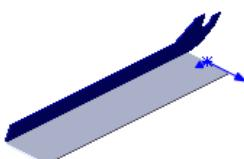
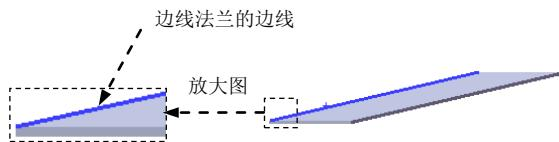

图 12.6.4 边线一法兰 1
图 12.6.5 边线法兰的边线
(4) 单击  按钮，完成基体一法兰 1 的创建。
Step3. 创建图 12.6.4 所示的钣金特征——边线一法兰 1。
(1) 选择命令。选择下拉菜单 **插入(I)** → **钣金(B)** → **边线法兰(E)...** 命令（或单击“钣金”工具栏中的  按钮）。
(2) 定义特征的边线。选取图 12.6.5 所示的模型边缘为生成的边线法兰的边线。